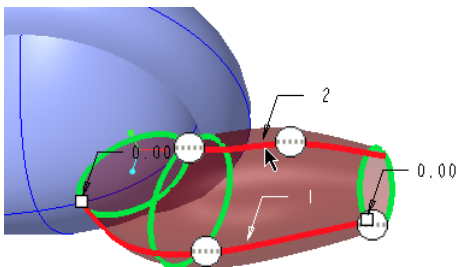

图 13-132 指定第二方向链
③ 在“边界混合”选项卡中单击“第二方向链”收集器  的框，将其激活，接着选择图 13-132 所示的两条草绘基准曲线作为该方向链曲线。